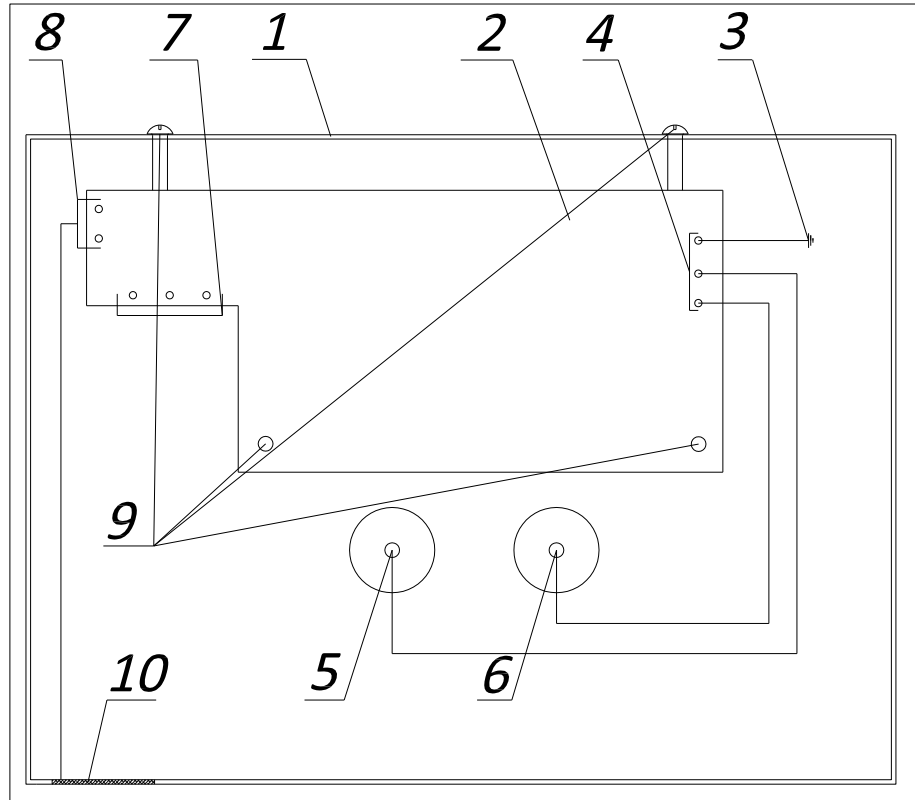

Рис. 8. Схема блока источника питания и панели управления:
- b. Отсоединить высоковольтные тоководы (Рис. 8, поз. 5 и 6);
- c. Отсоединить контакты панели управления (Рис. 8, поз.8);
- d. Отсоединить сетевое подключение (Рис. 8, поз.7);
- e. Открутить винты крепления ЭРА (Рис. 8, поз.9)